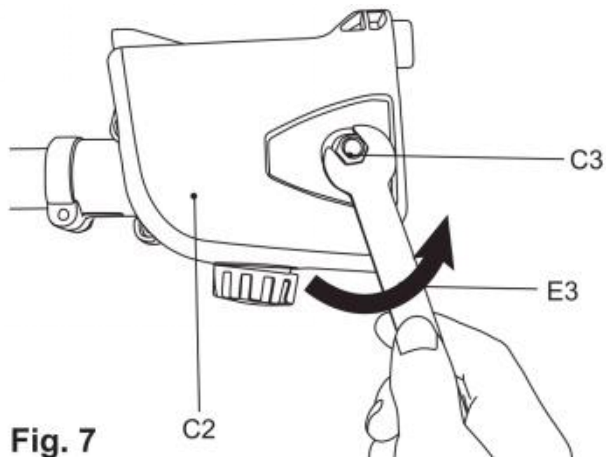

Fig. 7
- 3) Dévissez dans le sens inverse des aiguilles d'une montre l'écrou de retenue (C3) avec la clé de montage (E3) puis retirez le couvercle latéral (C2). (Fig.7)